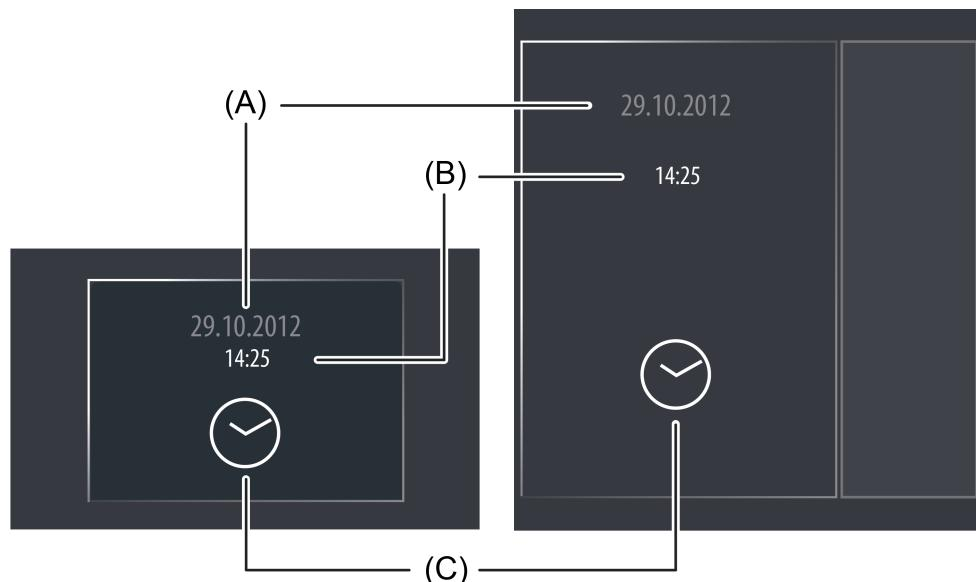

Bild 44: Beispiel für ein Anzeigeelement der Funktion "Datum / Uhrzeit"
Der Anzeigebereich enthält verschiedene Darstellungselemente (Bild 44), die durch Parameter beeinflusst werden. Die Anzeige des Datums (A) kann oberhalb oder unterhalb der Uhrzeit (B) erfolgen. Dies legt der Parameter "Datum Zeit Format" fest. Optional kann auch nur das Datum oder nur die Uhrzeit zur Anzeige gebracht werden. Die Parameter "Anzeigeformat Datum" und "Anzeigeformat Uhrzeit" definieren die Formatierung der Darstellungselemente und erlauben die Anpassung der Datums- und Zeitanzeige an internationale Systeme. Im unteren Anzeigebereich wird statisch ein Uhrsymbol (C) eingeblendet.